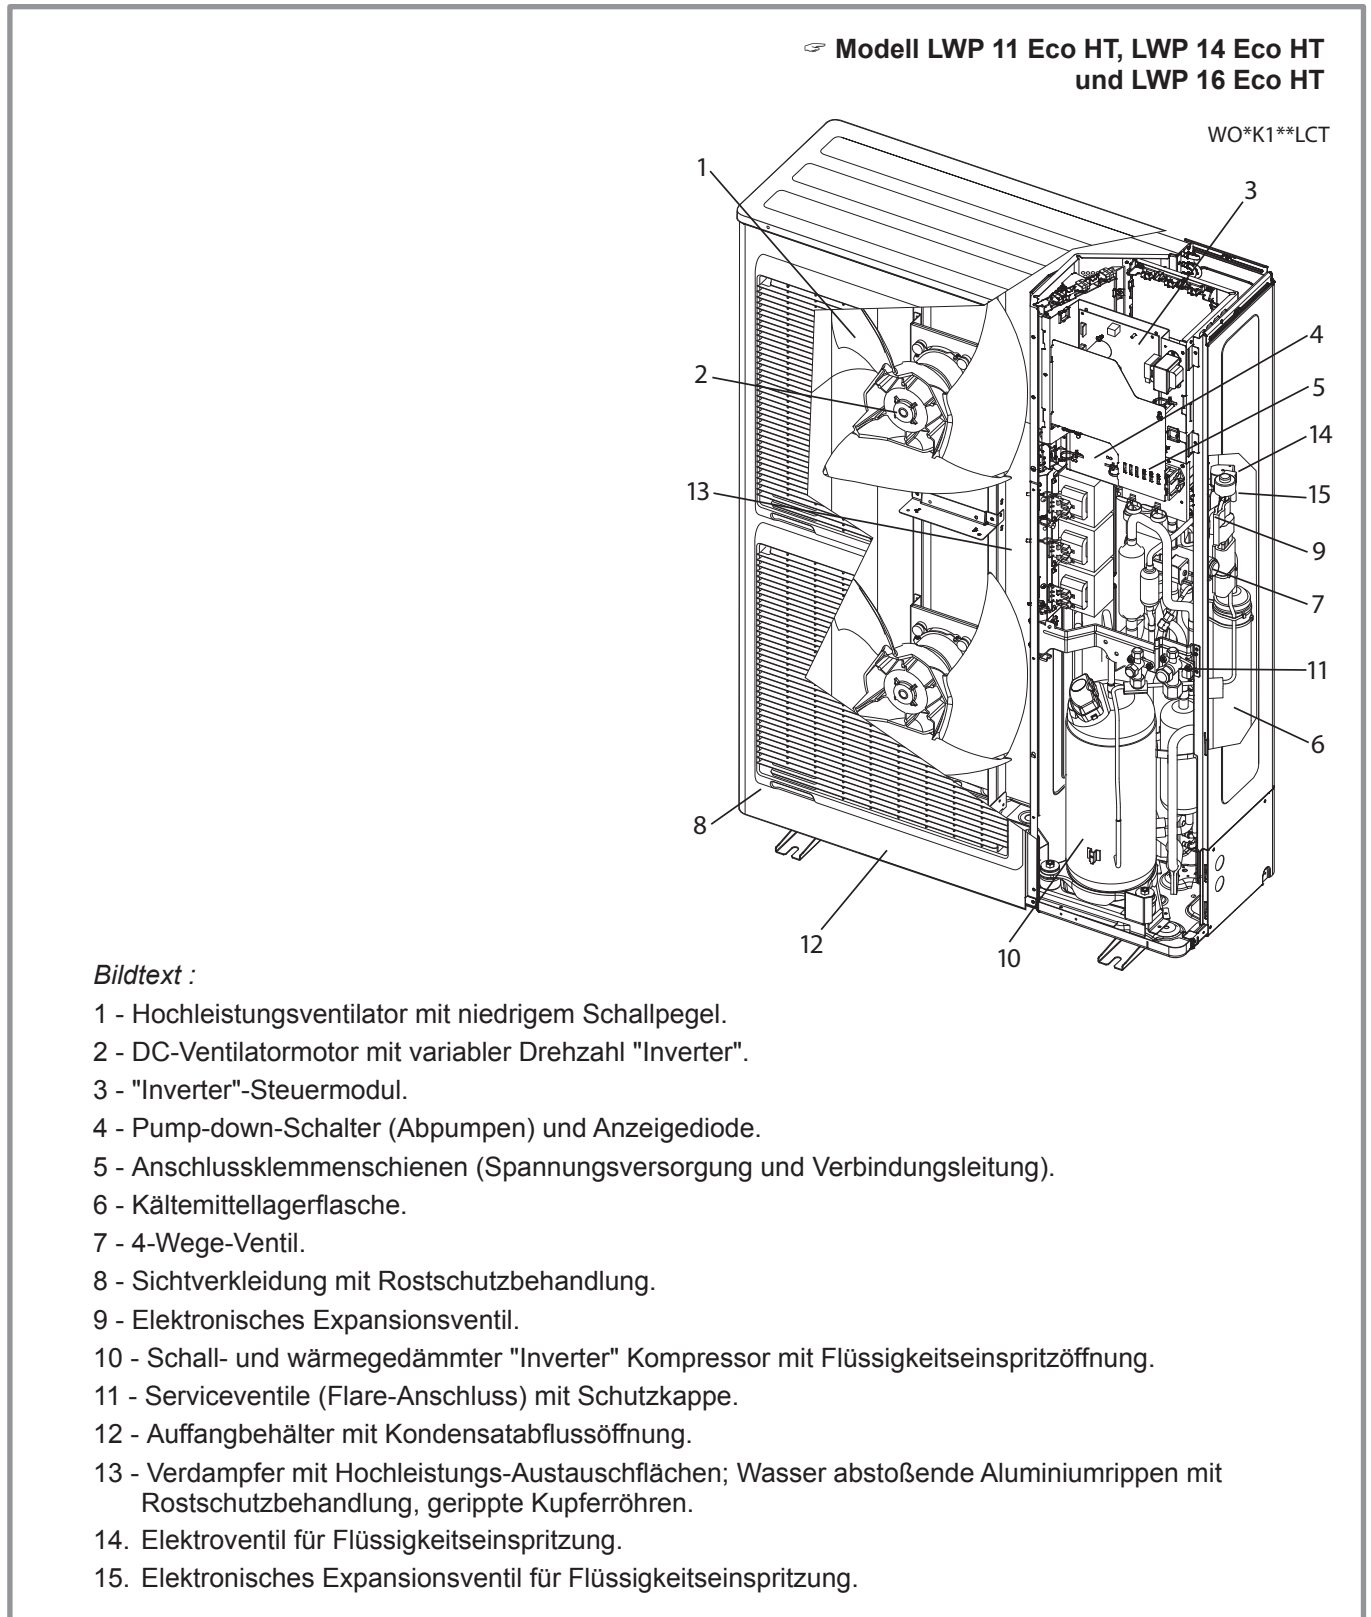

Abbildung 7 - Elemente der Außeneinheit
- Im Verdampfer (Ken. 13, Abbildung 7, Seite 9) : Hier werden die Kalorien aus der Außenluft übernommen und an das Kältemittel weiter gegeben. Da sein Siedepunkt niedrig ist, geht das Kältemittel vom flüssigen Zustand auch bei kaltem Wetter (bis zu -15 °C Außentemperatur) in Dampf über.
- Im Kompressor (Ken. 10, Abbildung 7, Seite 9) : Das verdampfte Kältemittel wird auf hohen Druck gebracht und lädt sich noch stärker mit Kalorien auf.
- Im Druckminderer (Ken. 9, Abbildung 7, Seite 9) : Das verflüssigte Kältemittel wird wieder auf Niederdruck gebracht und nimmt seine ursprüngliche Temperatur und seinen ursprünglichen Druck wieder an.